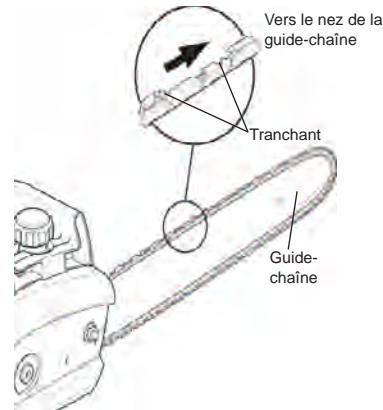

Figure 4 - Sens de la chaîne
3. Faire tourner le dispositif de retenue du guide-chaîne de façon qu'il soit parallèle à l'encoche du guide-chaîne (voir la Figure 4).
4. Installer le guide-chaîne sur le corps de la scie. Insérer l'encoche centrale du guide-chaîne sur le boulon et sur le dispositif de retenue du guide-chaîne. **Note :** S'assurer que la tête du dispositif de retenue passe bien à travers l'encoche du guide-chaîne, comme illustré dans la Figure 4.
6. Faites passer la chaîne autour du pignon d'entraînement, dans la rainure du guide-chaîne, puis autour de l'extrémité du guide-chaîne. **Note :** Assurez-vous que les « couteaux » de la chaîne sont orientés dans la direction appropriée. Placez la chaîne de sorte que les couteaux sur le dessus du guide-chaîne pointent en direction de l'extrémité de ce dernier (voir la Figure 4 et l'indicateur sur le couvercle latéral de la tronçonneuse).